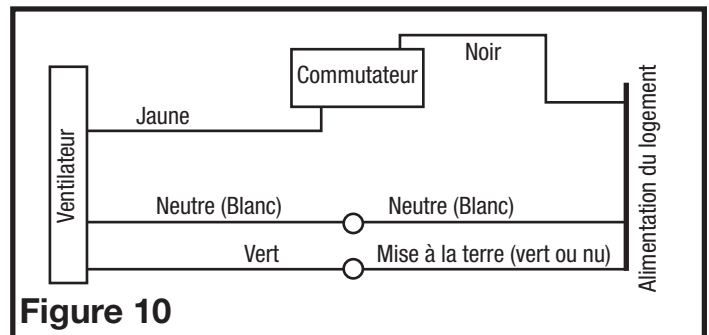

Figure 10
5. Pour les ventilateurs à deux vitesses, raccordés pour une ventilation continue, connectez le fil blanc du ventilateur au fil blanc (neutre) de la source d'alimentation. Connectez le fil de terre de la maison au fil vert du boîtier du ventilateur. Connectez le fil noir du ventilateur au fil noir (chaud) de la source d'alimentation. Le ventilateur fonctionnera à faible vitesse, en continu, et augmentera à haute vitesse sur une hausse de l'humidité. Utilisez un interrupteur à terre pour relier le fil noir de la source d'alimentation au côté de l'entrée. Connectez le fil jaune du ventilateur à l'autre côté. Fermer l'interrupteur changera la vitesse de normale à haute vitesse. Un interrupteur à commande manuelle (non inclus) peut être utilisé pour éteindre manuellement le ventilateur (Figure 10).